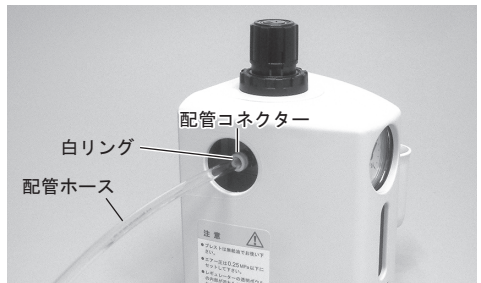

図 1
(2) 配管ホースの取り付け
ユニット左側のレギュレーターにある配管コネクター⑬へ配管ホース⑧をしっかりと止まるところまで押し込み、図1のように接続してください。接続後ホースを引いて確実に取り付けられているか確認してください。